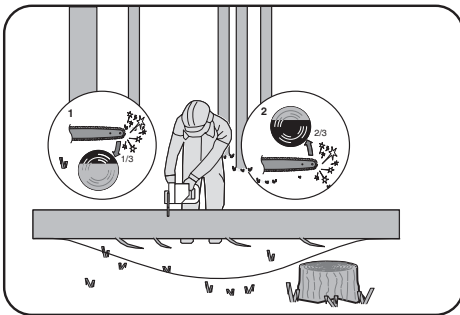

Fig. 5
Lorsque le rondin repose sur les deux extrémités, comme représenté à la Figure 5, couper 1/3 du diamètre depuis la partie supérieure (tronçonnage supérieur) (1). Ensuite, effectuer la finition de coupe en tronçonnant par le dessous des 2/3 inférieurs (2) afin de rejoindre la première coupe.